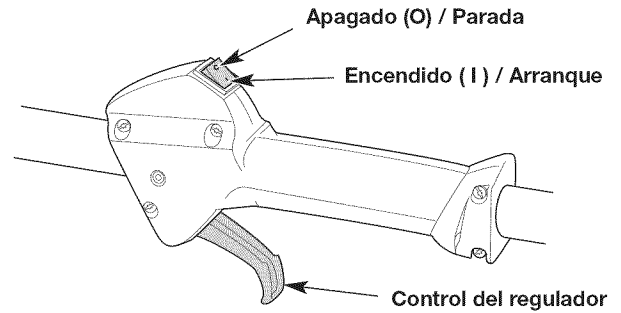

Fig. 9
NOTA: No hay necesidad de encender la unidad. El interruptor de Encendido/Apagado debe estar en la posición ENCENDIDO (I) en todo momento (Fig. 9).
6. Apriete el control del regulador (Fig. 9) y tire de la cuerda **5 veces** con movimiento regulado y firme (Fig. 11).
2. Oprima y no suelte el interruptor de control de Encendido y Apagado en la posición APAGADO (O) hasta que el motor se detenga por completo (Fig. 9).
- NOTA:** No hay necesidad de encender la unidad. El interruptor de Encendido/Apagado debe estar en la posición ENCENDIDO (I) en todo momento (Fig. 9).
7. Oprima control del regulador y no lo suelte (Fig. 9). Eche a andar el accesorio Speed Start™ durante 2 segundos.